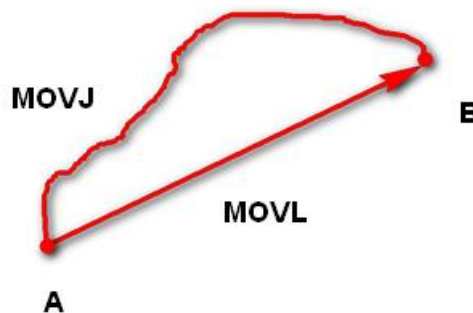

图 1.1 MOVL 和 MOVJ 运动模式
- **MOVJ**: 关节运动，由A点运动到B点，各个关节从A点对应的关节角运行至B点对应的关节角。关节运动过程中，各个关节轴的运行时间需一致，且同时到达终点，如图 1.1所示。
- **MOVL**: 直线运动，A点到B点的路径为直线，如图 1.1所示。